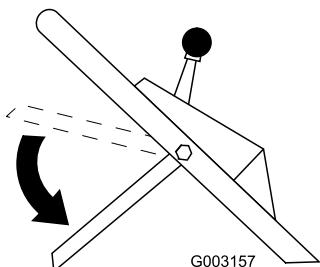

Figure 16
8. Sélectionnez la position la plus basse de la barre de commande (Figure 16).